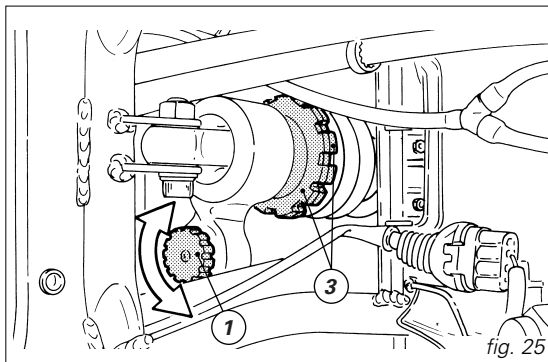

fig. 25
Éléments de réglage amortisseur arrière (fig. 25)
L'élément de réglage (1, fig. 25) sur le vase d'expansion de l'amortisseur, main gauche du cadre, règle l'action hydraulique de freinage en compression.
Si l'on tourne les éléments de réglage (1 et 2) dans le sens des aiguilles d'une montre, on augmente la rigidité. Les deux bagues filetées (3, fig. 25), placées en haut de l'amortisseur, règlent la précontrainte du ressort extérieur. Pour modifier la précontrainte du ressort, desserrez la bague filetée supérieure. En serrant ou desserrant la bague inférieure on augmente ou on réduit la précontrainte. Le réglage terminé, serrez à nouveau la bague filetée supérieure.
- Élément de réglage (1, fig. 25) de compression 18 cliquetis.
- Élément de réglage (1, fig. 25) de compression 25 cliquetis.